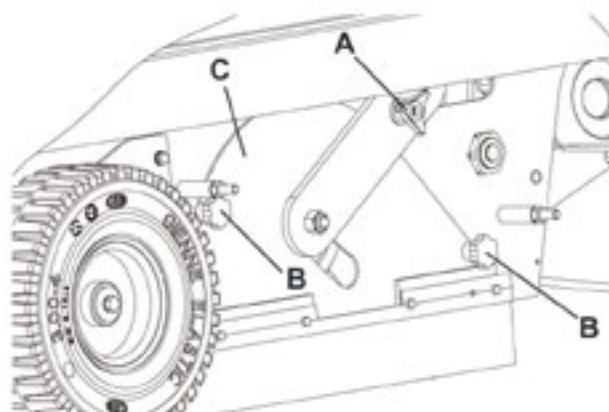

图 3
- 3) 旋出旋钮 A（图 3）。
- 4) 旋出旋钮 B（图 3）并取下主刷室的盖板（C）。
- 9) 装回主刷室的盖板 C（图 3），并拧紧旋钮（B）和（A）。